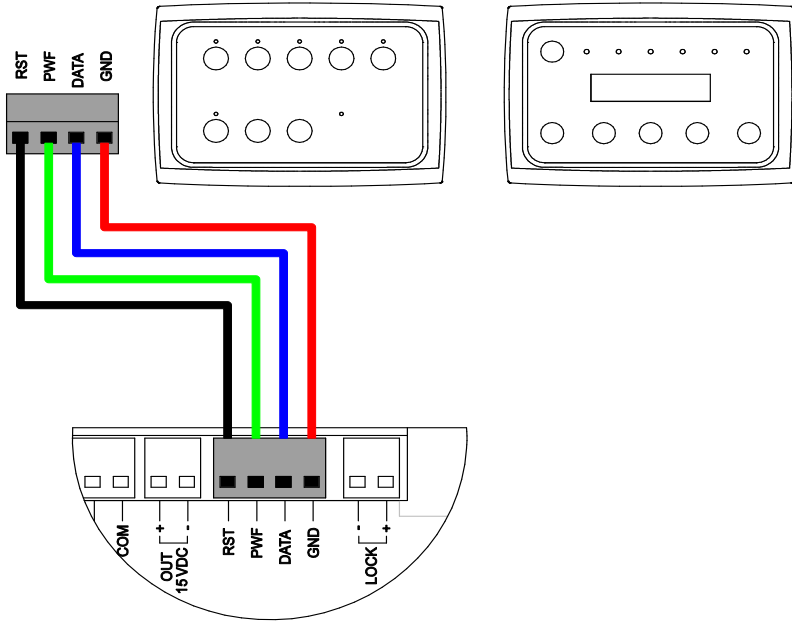

Fig.34
**2)** Introduire les deux batteries (C) dans l'étrier de fixation des batteries (B) et accrocher ce dernier à l'ergot de la base extrudée, comme sur la Fig. 34 ;
**3)** Visser l'étrier de fixation des batteries à la base extrudée avec la vis TCEI M6x10 (D).
**5)** Faire passer les câbles sur la coquille en aluminium, à l'intérieur des ressorts insérés sur la coquille (E) pour le passage des câbles, et puis sous la carte électrique, pour ensuite les faire monter quand ils arrivent au transformateur.
**6)** Attacher les câbles du câblage au rivet présent sur la plaque de soutien de l'électronique (F) et au trou présent sur la partie verticale de l'étrier en tôle (G) pour optimiser au mieux les encombrements et pour ne pas avoir de câbles volants à l'intérieur de l'automatisme.
**7)** Enclencher la borne du câblage (H) à la carte électronique, comme indiqué sur la Fig.34.
**8)** Enclencher la carte PCB chargeur de batteries (I) à la carte électronique, comme indiqué sur la Fig. 34.